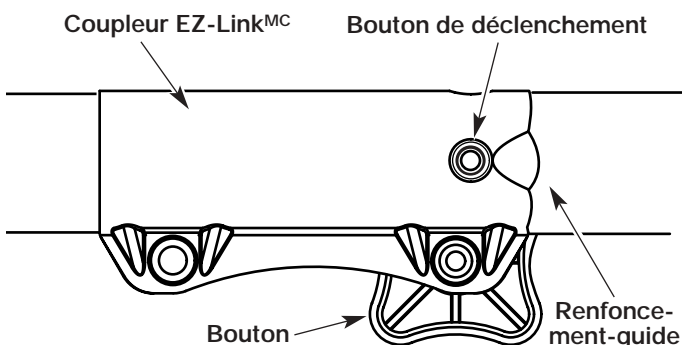

Fig. 24
1. Dévissez le bouton vers la gauche (Fig. 24).
2. Appuyez sur le bouton de déclenchement et maintenez-le enfoncé (Fig. 24).
NOTE : aligner le bouton de déclenchement avec le renforcement-guide facilitera l'installation (Fig. 24).